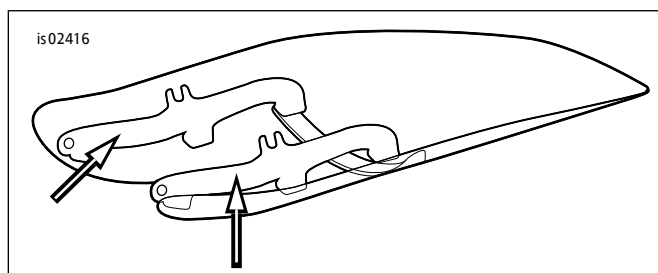

图1。挡风玻璃安装架
- 参见图1。将挡风玻璃子组件正面朝下放置于干净、柔软的表面，使安装架朝上。